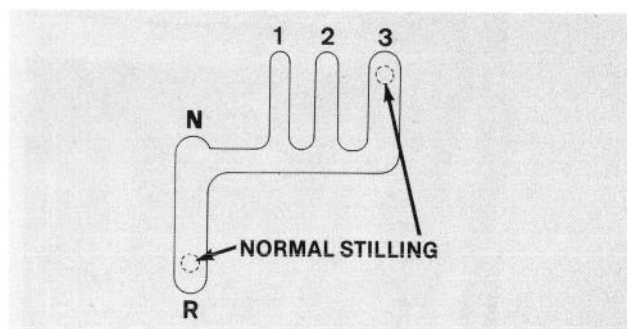
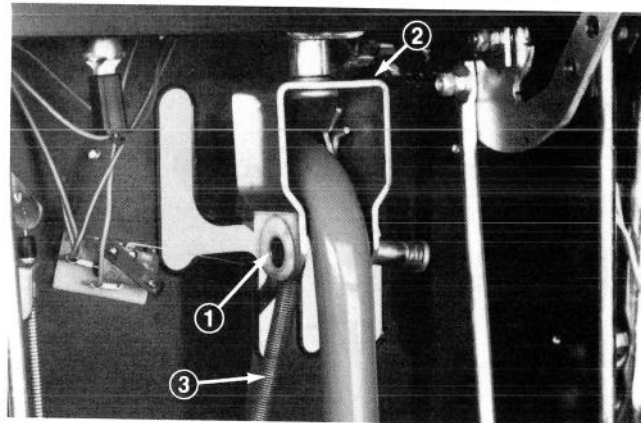

Fig. 12
Fig. 13
4. Skru det sorte håndtag på enden af gearstangen og hægt fjederen til hullet i kontrolpanelet (Fig. 13).
1. Sæt gearskiftet i tredje gear og prøv stangens stilling (Fig. 12). Stangen skal være i "normal" stilling (Fig. 12). Sæt gearskiftet i bakgear og slip stangen. Stangen skal automatisk glide tilbage til "neutral" — frigear. Hvis stangen ikke glider korrekt, gå videre til punkt 2 og juster det U-formede beslag som holder gearstangssamlingen (Fig. 13).
2. Skift til første gear. Fjern hårnålssplitten, spændeskiven og låsebolten, der holder gearskiftet på plads (Fig. 13). Flyt derefter gearskiftet væk fra det U-formede beslag som så drejes en hel omdrejning (Fig. 13). Påmonter gearskiftet igen.
Bemærk: Drej det U-formede beslag med uret - indad - for at sænke gearstangen, og mod uret - udad - hvis det skal hæves (Fig. 13).
1. Med motoren igang, skift til bakgear og slip gearstangen. Gearstangen skal da automatisk glide tilbage til frigear. Gør den ikke det, slå motoren fra, fjern hårnålssplit, spændeskive og låsebolt, der fastholder gearskiftet; adskil gearskiftet fra det U-formede beslag og drej beslaget en halv omdrejning mod uret, udad (Fig. 13). Prøv bakgear igen. Sænk beslaget indtil gearstangen automatisk glider tilbage til frigear (Fig. 15).